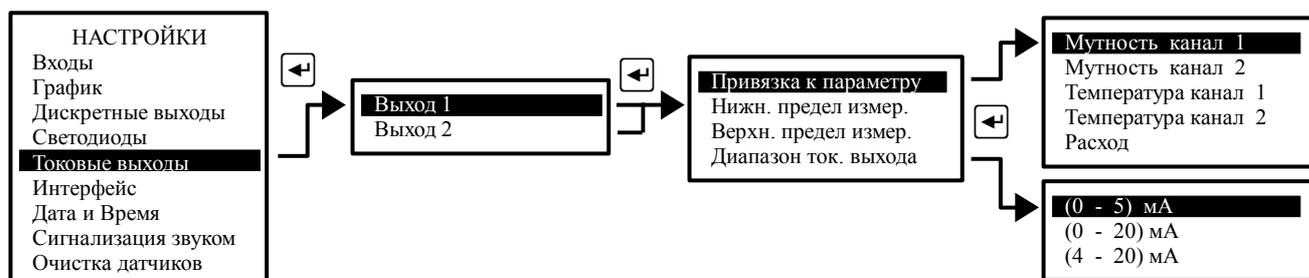

Рисунок 13 - Настройка токовых выходных сигналов
- **Привязка к параметру** - в этом режиме выбирается один из пяти измеряемых параметров, который будет транслироваться выходным токовым сигналом (смотри Рисунок 13);